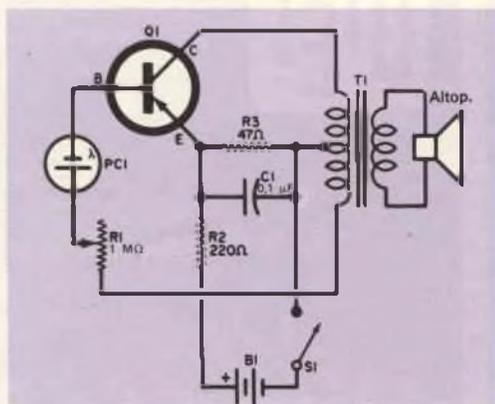

Fig. 1 - In questo oscillatore BF fotosensibile, il funzionamento del transistor Q1 dipende dalla quantità di luce che colpisce la fotocellula.
**Circuiti a transistori** - Nella *fig. 1* è riportato lo schema di un oscillatore BF fotosensibile adatto per essere usato in impianti antifurto, sistemi di controllo e simili applicazioni.